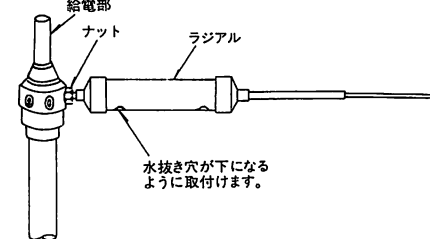

図6
5) 各ラジアルを給電部のネジ部にいっぴいに差し込んだのち、水抜き穴が下になる様にもどしてから付属の六角ナットを対辺19のスパナあるいはモンキーレンチで締めつけて固定します。図6